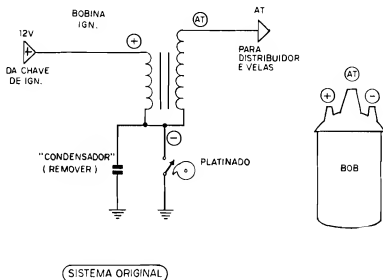

Fig.7
- FIG. 7 - COMO É O SISTEMA ORIGINAL - O PRINCÍPIO DA INSTALAÇÃO DA "IGNES" - O diagrama mostra o "esquema" do sistema de ignição convencional, que previamente encontra-se instalado no veículo, juntamente com uma estilização da bobina também original, terminais identificados... O "condensador" (capacitor) original, eletricamente "paralelado" ao platinado, deve ser retirado (não será usado, com a IG- NES...). A ligação original do terminal negativo (-) da bobina ao platinado deve ser desfeita (pois será modificada, com a implantação da IG- NES). Nada mais precisará ser "mexido" na instalação original da ignição... A caixa contendo o circuito eletrônico deve ser fixada através das suas abas e fu-